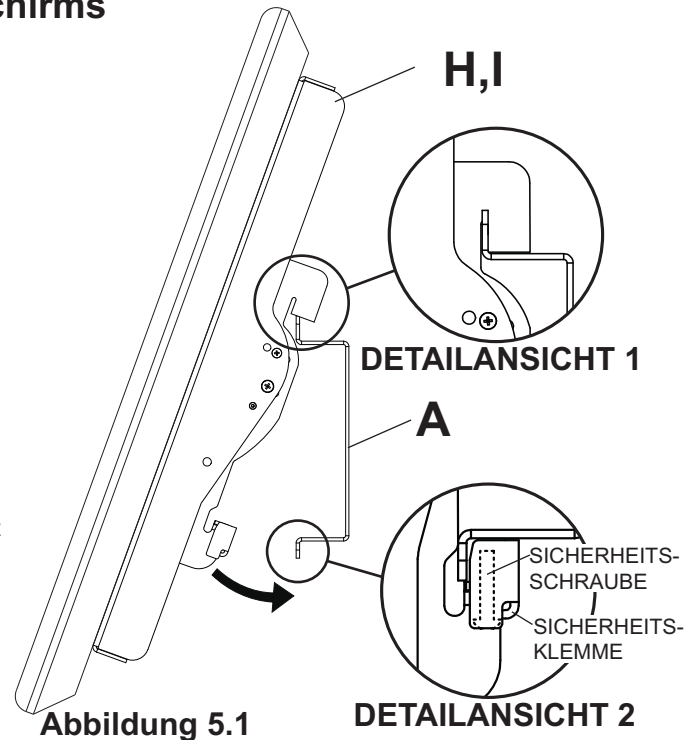

Abbildung 5.1
**Anbringung des Bildschirms:** Haken Sie die Kipphalterungen (H,I) an der Adapterplatte (E) ein und schwenken Sie den Bildschirm wie in Abbildung 5.1 dargestellt nach innen. **HINWEIS:** Falls sich die Sicherheitsklemme nicht an der Adapterplattenunterseite vorbeiführen lässt, lösen Sie die Sicherheitsschraube mit einem Inbusschlüssel (J). Die Haken der Kipphalterungen müssen ganz in die Adapterplatte eingreifen wie in Detailansicht 1 dargestellt. Ziehen Sie die Sicherheitsschraube mit einem Inbusschlüssel (J) an, bis die Sicherheitsklemme fest an der Unterseite der Adapterplatte anliegt.